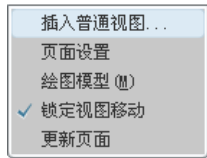

图 3.4.3 快捷菜单
Step3. 在绘图区中右击，系统弹出图 3.4.3 所示的快捷菜单，在该快捷菜单中选择 **插入普通视图...** 命令。